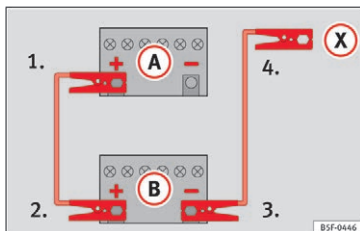

Fig. 76 Tilslutningsdiagram for biler uden start-stop-system
2. Sæt den ene ende af det røde startkabel på pluspolen (+) i bilen med det afladene batteri (A)»» Fig. 76.
3. Sæt den anden ende af det røde startkabel på pluspolen (+) i den bil, der skal give strøm (B).
4. I biler uden start-stop-system: Sæt den ene ende af det sorte startkabel på stel-punktet (-) på den bil (B)»» Fig. 76, der skal give strøm.